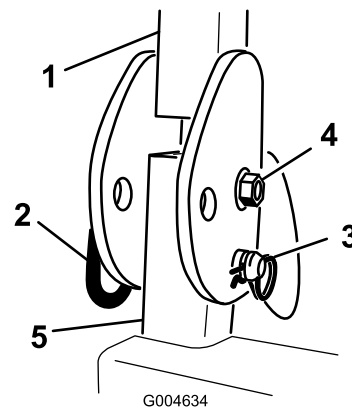

Figura 92
3. Rimuovete il bullone, il dado, la coppiglia e il perno che fissano ciascun gruppo ROPS ai montanti del ROPS (Figura 92). Rimuovete il gruppo ROPS.